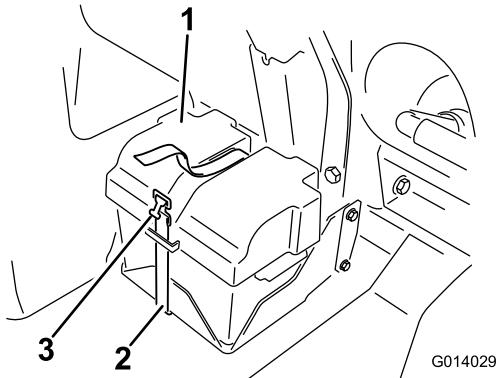

Bild 81
2. Nehmen Sie die Batterieabdeckung ab und klemmen das Minuskabel (schwarz) vom Batteriepol ab (Bild 81).
4. Montieren Sie die Batterieabdeckung und befestigen sie mit dem vorher entfernten Riemen (Bild 81).